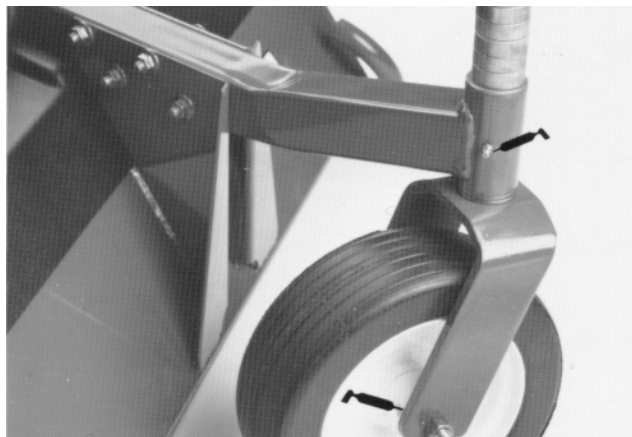

Bild 14
- Büchsen der Laufradspindel (Bild 14)
- Laufradlager (Bild 14 und 15).